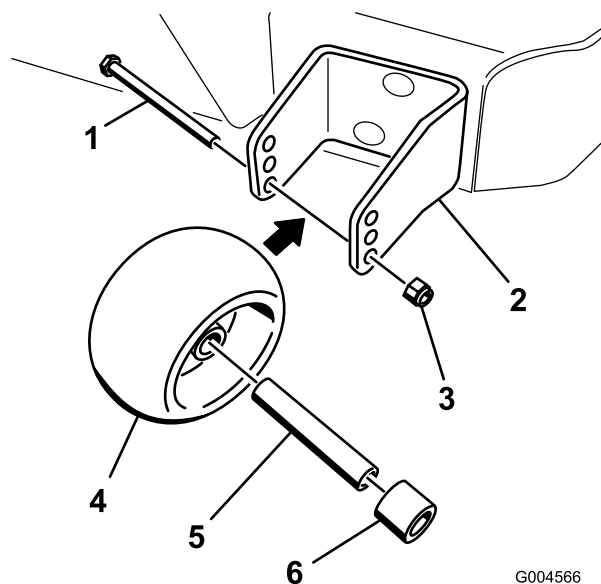

Figura 17
3. Después de ajustar la altura de corte, ajuste los rodillos retirando la tuerca con arandela prensada, el casquillo, el espaciador y el perno (Figura 17).
5. Instale la tuerca con arandela prensada, el casquillo, el espaciador y el perno. Apriete a 54-61 Nm (40-45 pies-libra) (Figura 17).